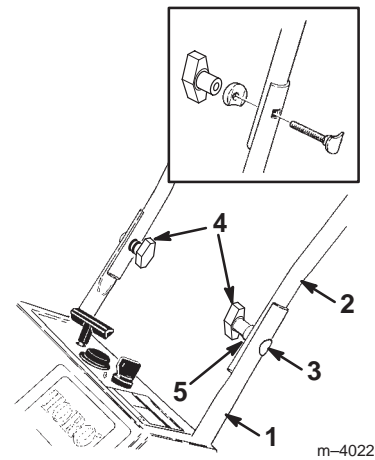

Figure 3
1. Loger les bouts du mancheron supérieur dans les creux de la face intérieure du mancheron inférieur, et aligner les trous (Fig. 3). Veiller à ce que la barre de commande se trouve au-dessus du mancheron, pas en dessous.
2. Fixer le mancheron supérieur au mancheron inférieur à l'aide des boulons à tête ovale, rondelles bombées et boutons (Fig. 3).
Remarque : Veiller à orienter correctement les boulons à tête ovale et les rondelles bombées (voir le détail de la Figure 3).